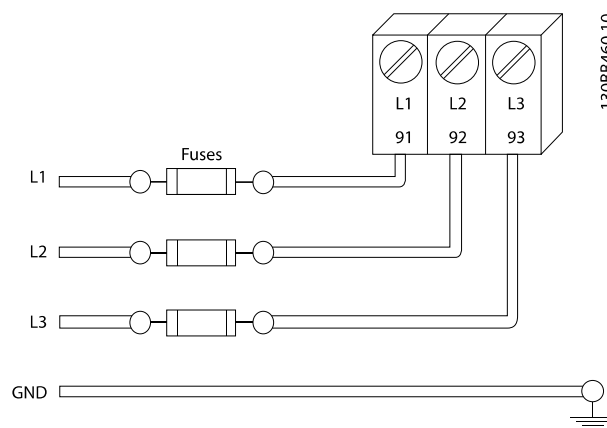

Ilustración 2.6 Convertidor de frecuencia Fusibles
- Todos los convertidores de frecuencia deben contar con protección contra cortocircuitos y sobretensión. Se necesitan fusibles de entrada para proporcionar esta protección. Véase la *Ilustración 2.6*. Véase los valores nominales máximos de los fusibles en 10.3 *Tabla de fusibles*.